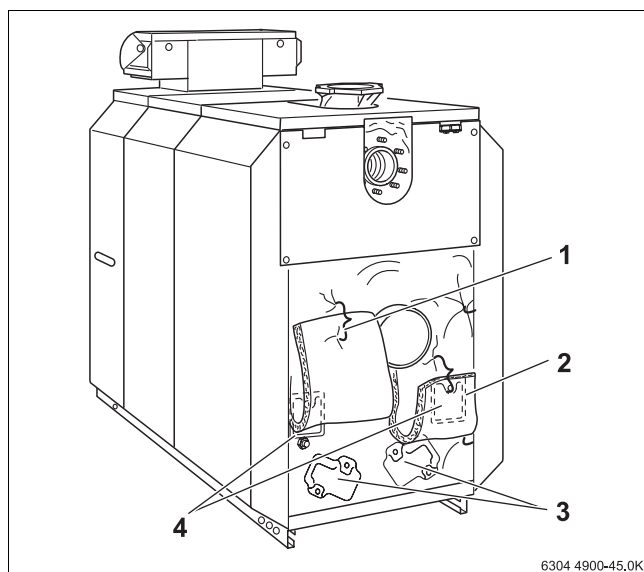

Рис. 62 Снятие крышек для чистки
- Удалить нагар из топочной камеры по направлению вперед, а также через отверстия для чистки на задней секции и на сборном коллекторе дымовых газов. (→ рис. 62, стр. 47).